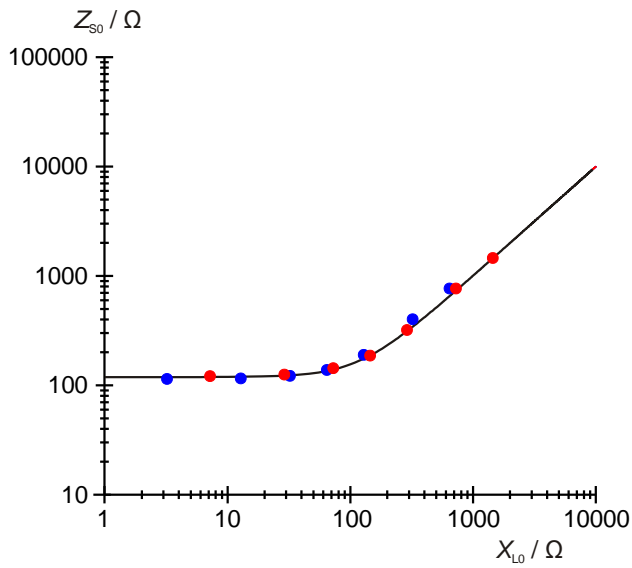

Fig. 4: Resistenza totale con collegamento in serie per $N = 800$ (●) e $N = 1200$ (●) spire.
- Rappresentare graficamente i valori Z_{0S} e Z_{0P} della resistenza totale e gli spostamenti di fase φ per il collegamento in serie e in parallelo in funzione di X_{L0} (Fig. 4 – 7).
- Calcolare teoricamente i valori Z_{0S} e Z_{0P} della resistenza totale e gli spostamenti di fase φ in base alle equazioni (5) per il collegamento in serie e (6) per quello in parallelo